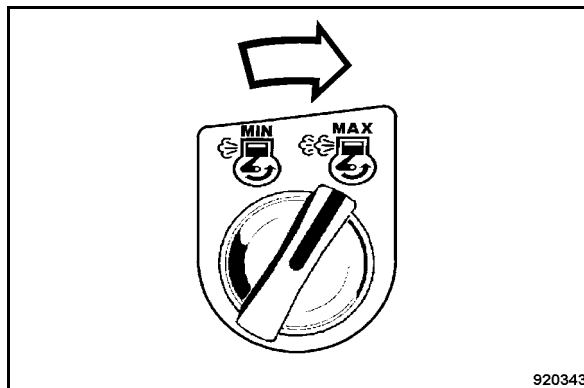

fig. 65
- Tourner la touche rotative pour le régime du moteur vers la droite sur position "MAX" (fig. 65).